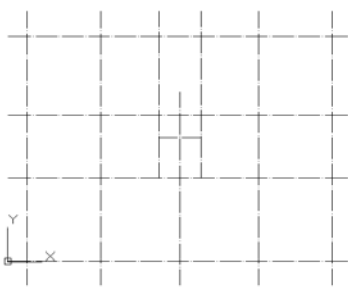
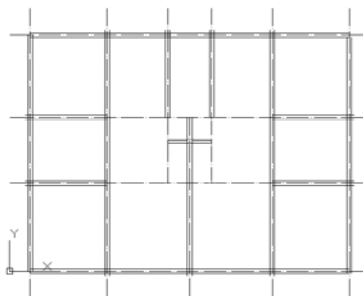

图 15.13 修整好的轴网
图 15.14 执行多线命令
(3) 执行修建命令修建轴网，剪切掉多余的部分轴线，如图 15.13 所示。执行多线命令，在经过修整的轴网上绘制墙体，如图 15.14 所示。